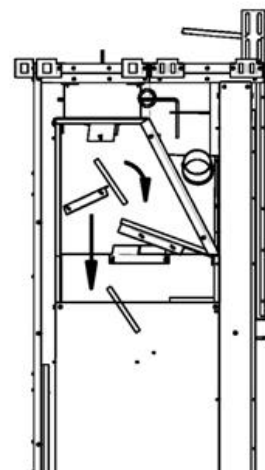

Figure 40.4
4. Mettez la pièce à la verticale pour la sortir de la chambre de combustion. Figure 40.4